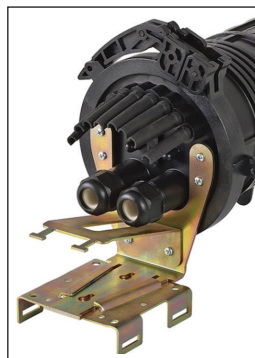

Рисунок 19
13.1 Ответная часть (скоба) кронштейна для подвески штатно закрепляется на оголовнике муфты самонарезающими винтами (рисунок 19). Основание крепится к опорам с помощью металлической монтажной ленты или с помощью болтов (шурупов) к стенам и прочим плоским поверхностям.